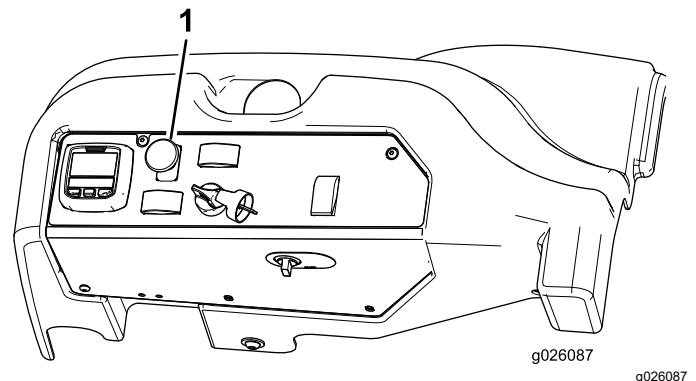

図 26
- PTO スwitch を引くと PTO が作動を開始する 図 26。